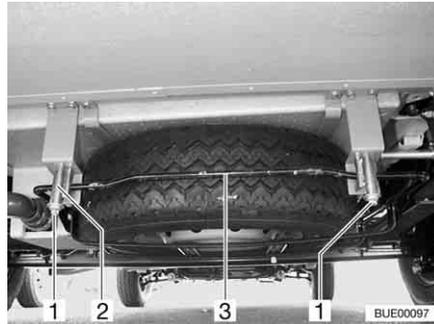

Fig. 239 Soporte para rueda de repuesto (cesto de alojamiento)
- Aflojar las tuercas (Fig. 239,1) de los ganchos izquierdo y derecho (Fig. 239,2) del soporte de la rueda de repuesto.
- Presionar estribo (Fig. 239,3) un poco hacia arriba. Al mismo tiempo tirar el gancho hacia abajo y desenganchar el estribo.